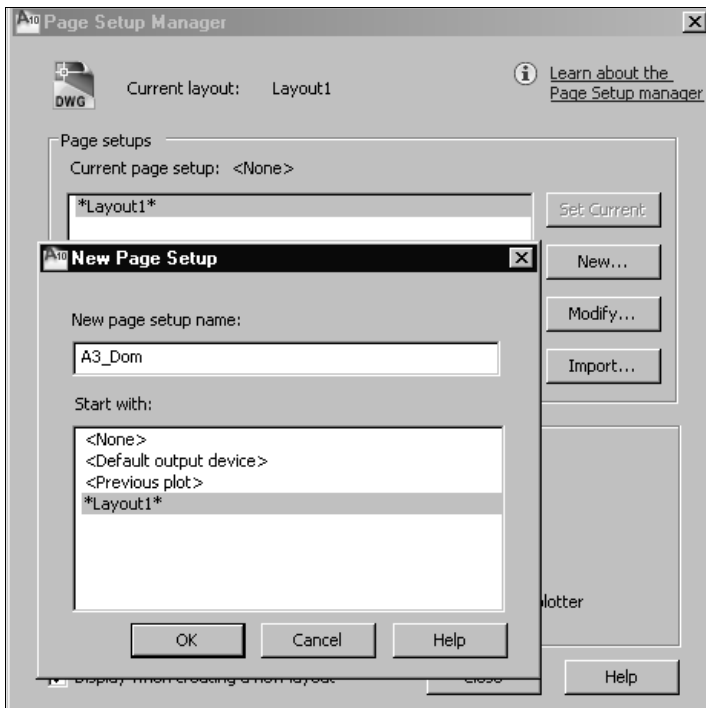

Рис. 23.5. Диалоговое окно **New Page Setup**
2. Щелкните мышью на любой вкладке **Layout** (Лист) в нижней части графической зоны окна программы. При первом обращении к этой вкладке появляется диалоговое окно диспетчера параметров листа **Page Setup Manager** (Диспетчер наборов параметров листов) (рис. 23.5). При повторных обращениях к вкладкам **Layout** (Лист) этого не происходит, но его можно вызвать с помощью контекстного меню, которое появляется после щелчка правой кнопкой мыши с установленным указателем курсора на имени любой компоновки (см. рис. 21.4).
3. В диалоговом окне **Page Setup Manager** (Диспетчер наборов параметров листов) (рис. 23.5) щелкните кнопку  **New** (Создать), после чего появится диалоговое окно **New Page Setup** (Создание набора параметров листа) (рис. 23.5), в котором присвойте имя новым настройкам параметров листа и выйдите из него щелчком на кнопке **OK**.